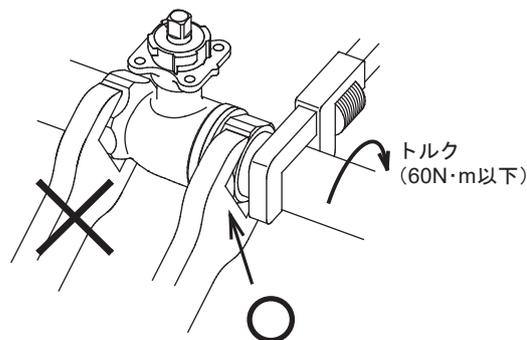

図6 配管への取付
- 配管取付時は、配管をねじ込む側のバルブ本体をスパナなどでつかみ、配管をねじ込んでください（図6参照）。